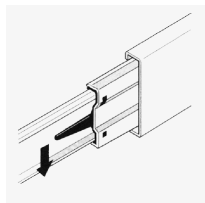
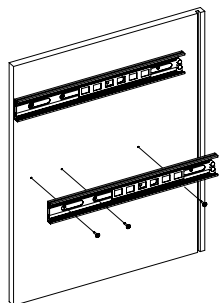

Рис.3
Рис.4
- Отсоедините от основания телескопических направляющих внутренние планки, отогнув пластиковый рычажок фиксатора (Рис.3). Основания телескопических направляющих закрепите на деталях 2, 3 винтами М5х8 (Рис.4). !!! Приложите телескопическую часть отверстиями к отверстиям на боковине шкафа-пенала, чтобы они были отцентрованы относительно друг друга. Вкрутите винты М5х8 с помощью шуруповерта, приложив немного усилий. **Внимание:** винт М5х8 должен заходить с натягом для максимально плотной фиксации телескопических направляющих.